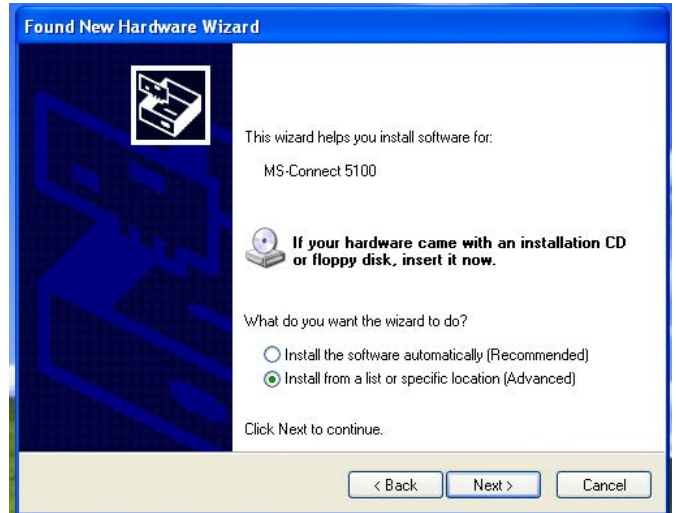

FIG. 15: Software vanuit een specifieke locatie laden
3. FIG. 15 zal verschijnen. Steek de CD in de CD-ROM drive van uw PC. Selecteer "Install the software from a list of specific location" ("De software vanuit een lijst of specifieke locatie installeren") en klik vervolgens op Volgende (Next). De locatie van het programma is C:\Program Files\Graco\GracoConfig\Device.